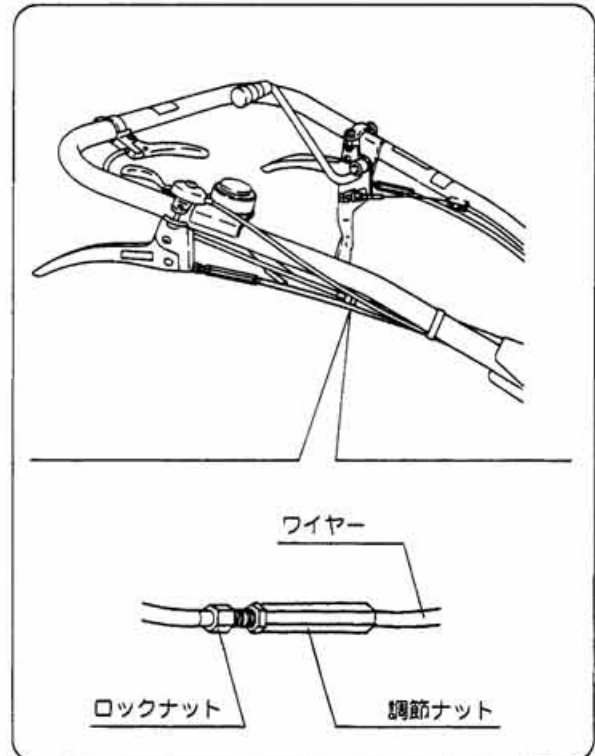

図29
- ①ロックナットをゆるめます。(図29)
- ②調節ナットを回してハンドルの上下が移動できるように調整して、ロックナットをゆるめます。(図29)